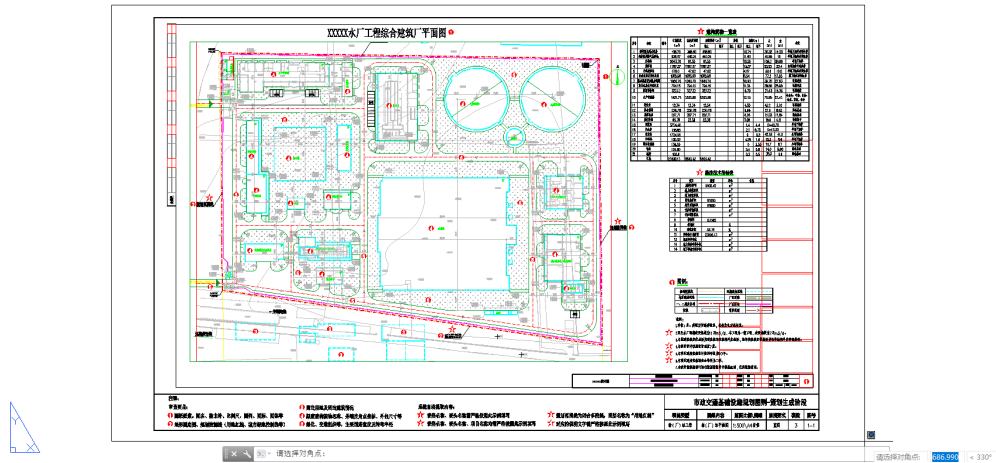

图 20
(4)用户在图纸上进行框选。框选范围为待提取指标的图元范围(见图 20)；